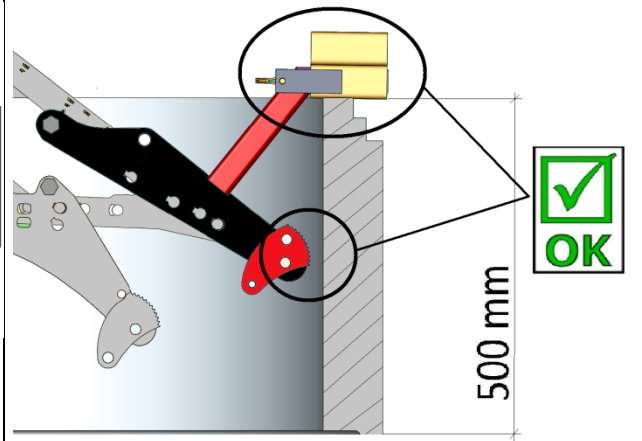

Bild 4
**Bild 4** zeigt einen Schachtring mit einer höheren Bauhöhe wie 250 mm (z.B. 500 mm) **mit** eingesetzten „Adaptersatz“ (4400.0079) für den normalen Gebrauch der SVZ-UNI.